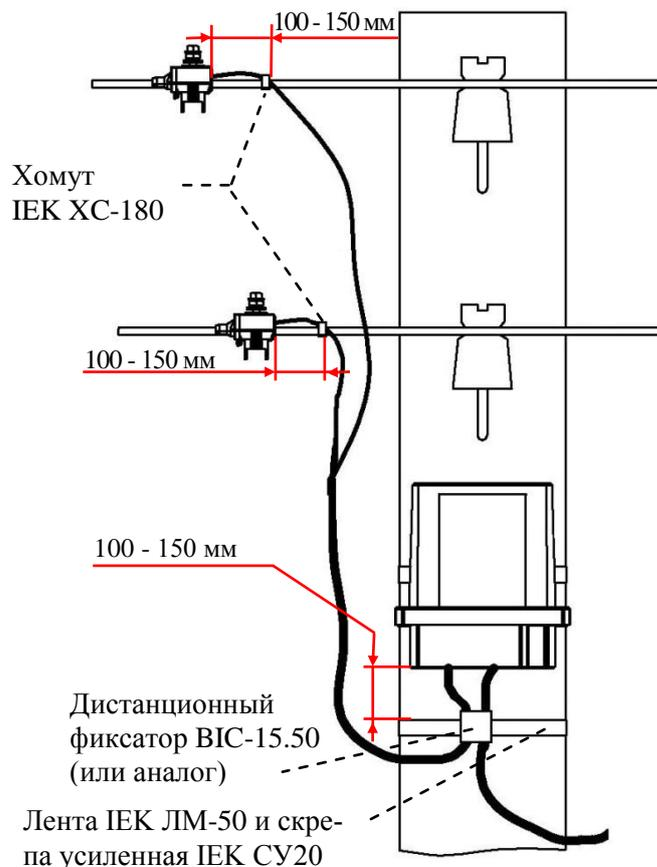

Рисунок 9.3 – Крепление провода при установке счетчика на опору линии электропередачи
9.4.2.10 Провода подключить к линии ВЛ-0,4 кВ с помощью прокалывающих зажимов. Скрутка проводов строго запрещена! Место контакта зачистить от пыли, пленок, окислов и смазать токопроводящей смазкой. Зафиксировать провод атмосферостойким хомутом, например ИЕК ХС-180 (УНН21-D6-180-100), перед зажимом вдоль линии ВЛ-0,4 кВ (рисунок 9.3).